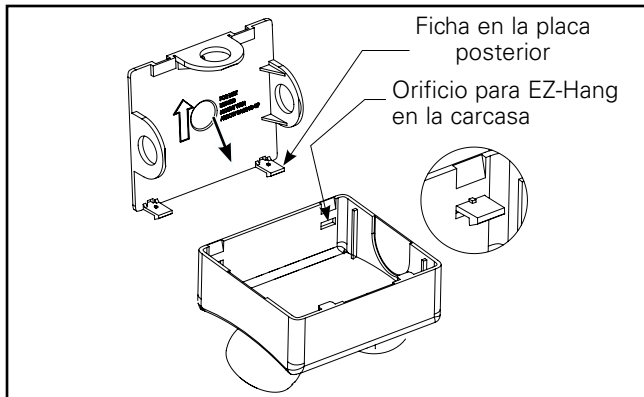

Figura 2.
4. Use tornillos para instalar la placa posterior en la caja de conexiones. Una vez que se instala la placa posterior, la unidad se puede colgar de las funciones de presión EZ-Hang para aumentar la facilidad de instalación. (Ver Figura 2)